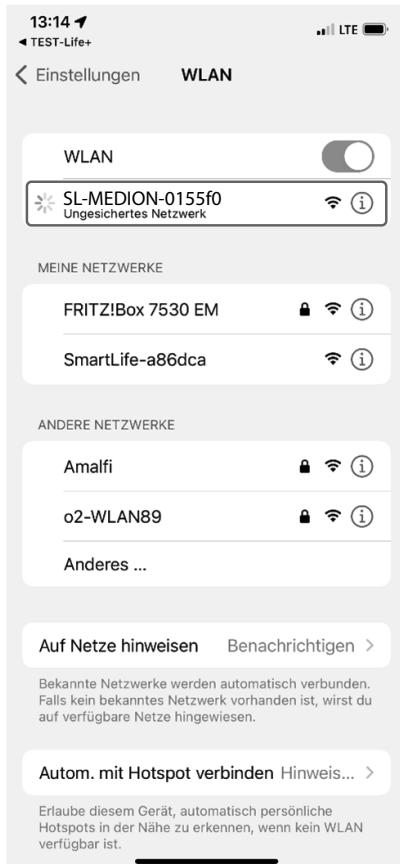

Fig. 7
- ▶ Sur votre smartphone/tablette, sélectionnez maintenant le réseau du robot aspirateur laveur **SL-MEDION-XXX** sous « Réseaux disponibles » (voir fig. 7).